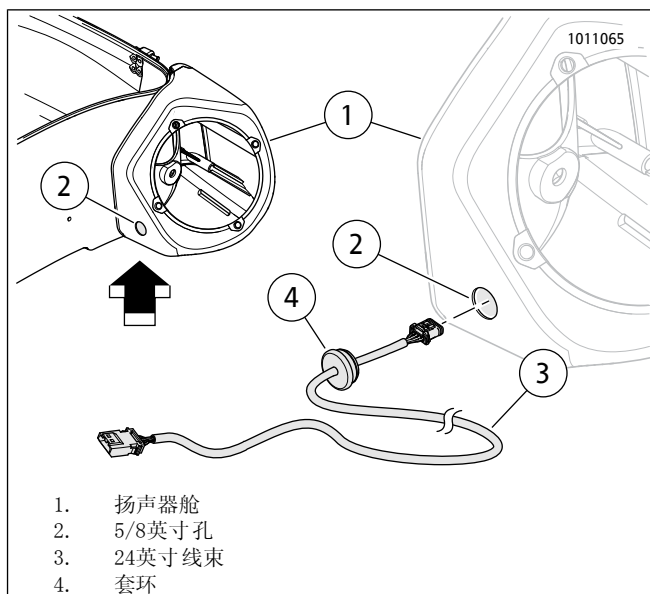

图22. 左侧扬声器舱
12. 参见图22。从扬声器舱(1)拆下原有套环,将新线束(3)插入线束上的原有套环(4)。